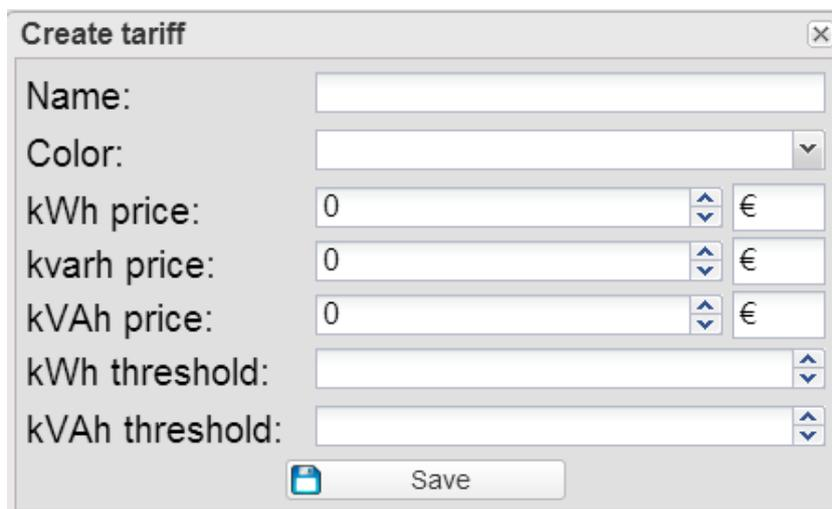

Figure 49: Ajout d'un nouveau calendrier
- Remplacement: Vous pouvez cliquer sur l'icône pour remplacer la pièce (Fig. 49). En cliquant sur l'icône le système affiche une fenêtre permettant de sélectionner le dispositif remplaçant le dispositif sélectionné sur le tableau. Contrôlez la case Envoyer Commande pour générer automatiquement une commande d'envoi de copie de la configuration.